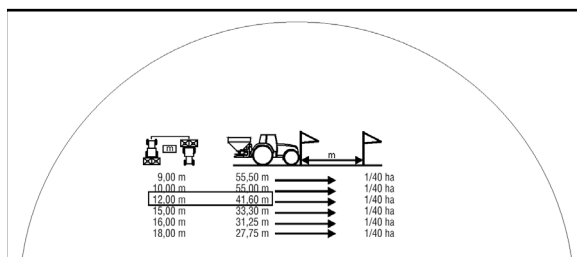
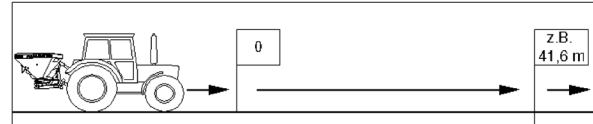

Fig. 66
Fig. 67
3. Aus der Tabelle (Fig. 66) des Nomogramms oder der Rückseite der Rechenscheibe (Fig. 67) für die gewünschte Arbeitsbreite (12 m) die erforderliche Messstrecke (41,6 m) entnehmen.